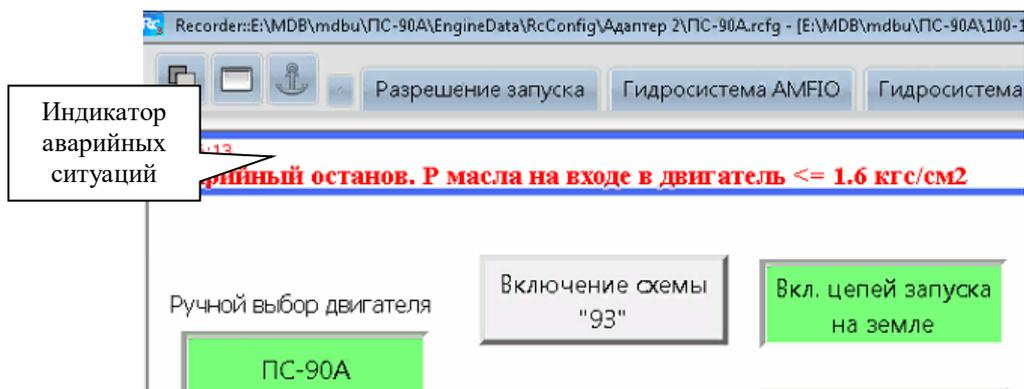

Рисунок 4.28 – Индикатор аварийных ситуаций
4.2.11 Добавление элемента  “Индикатор аварийных ситуаций” из панели настройки мнемосхемы в выбранном формуляре создаётся поле, в котором соответствующим скриптом отображается состояние процесса испытания двигателя – рисунок 4.28.